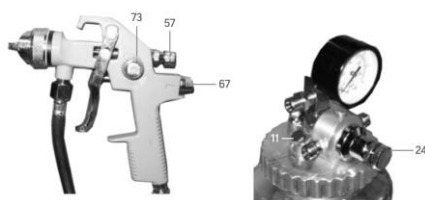

fig. 5
5. Examinez les résultats et effectuez des ajustements, au besoin (fig. 5) :